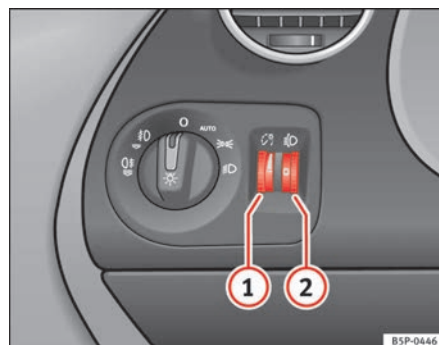

Fig. 84 Palanca del limpia-lavacristales
La palanca del limpiacristales ⇒ fig. 84 tiene las siguientes posiciones:
- Si se detiene el vehículo estando el limpiaparabrisas funcionando en la posición ⇒ página 128, fig. 84  o en la posición , automáticamente comenzará a funcionar en una posición inferior. Si el vehículo reinicia la marcha, el limpiaparabrisas seguirá funcionando en la posición seleccionada originalmente.